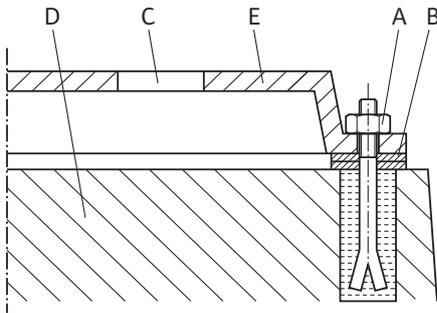

Fig. 15: Exemple de raccord fileté de fondation
**Exemple pour un raccord fileté de fondation (Fig. 15) :**
- Toujours placer des cales (B) à gauche et à droite à proximité immédiate du matériel de fixation (p. ex. boulons de scellement (A)) entre le socle (E) et la fondation (D).